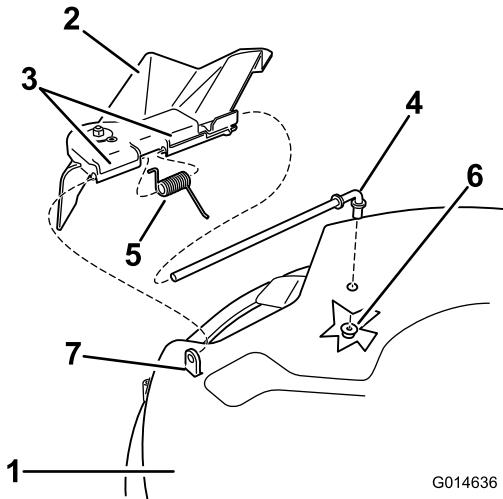

Figure 57
1. Repérez les éléments illustrés (Figure 57).
2. Retirez l'écrou (3/8") de la tige, sous le tablier de coupe (Figure 57).
3. Sortez la tige de la courte cheville de positionnement, du ressort et du déflecteur d'herbe (Figure 57). Enlevez le déflecteur s'il est endommagé ou usé.
4. Remettez en place le déflecteur d'herbe (Figure 57).
d'herbe. Insérez la tige dans le deuxième support du déflecteur d'herbe (Figure 57).
7. Insérez la tige à l'avant du déflecteur dans la courte cheville de positionnement sur le tablier. Fixez l'extrémité arrière de la tige dans le tablier de coupe à l'aide d'un écrou (3/8") (Figure 57).